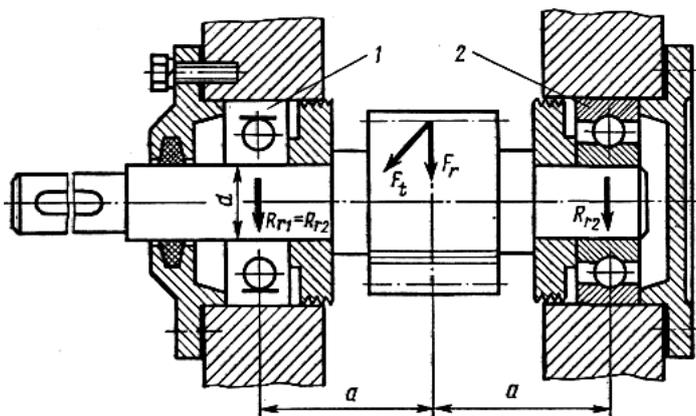

Рисунок 15. (к задачам 81, 82)
**Задача 81.** Для ведущего вала прямозубой цилиндрической передачи редуктора подобрать по ГОСТу шарикоподшипники 1, 2 радиальные (рис. 15). На зубья шестерни действуют силы: окружная  $F_t$  и радиальная  $F_r = 0,364F_t$ . Диаметр цапф вала  $d$ , частота вращения  $n = 950$  об/мин. Расстояние  $a = 1,6d$ . Требуемая долговечность подшипников  $L_{\text{нтр}}$ . Рабочая температура их  $t < 100$  °С. Данные своего варианта принять по табл. 26.
**Задача 82.** Ведущий вал цилиндрического прямозубого редуктора установлен на шарикоподшипниках 1, 2 радиальных однорядных (рис. 15). Определить расчетную долговечность подшипников  $L_{10\text{h}}$ , если радиальная нагрузка на них  $R_{r1} = R_{r2} = R_r$ , а частота вращения вала  $n$ . Рабочая температура подшипника  $t < 100$ °С. Данные своего варианта принять по табл. 27.